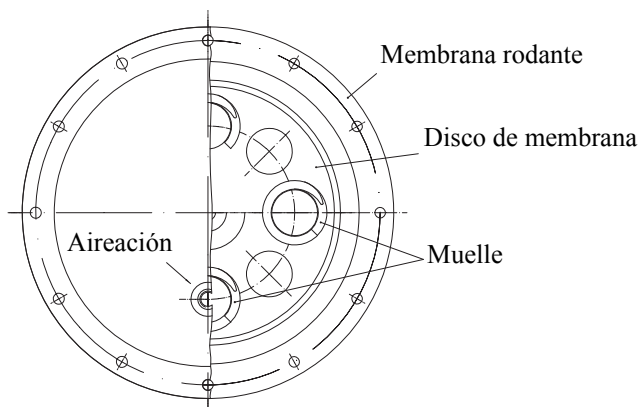

Fig. 23
- Colocar los muelles (pos. 15) en los centrajes del disco de la membrana (pos. 11).
- ¡Asegurarse de que los muelles estén bien sujetos! (¡tenga en cuenta la Fig. 23!)
- Colocar el capote de la membrana (pos. 18) sobre los soportes (pos. 15) y atornillarlos. (¡véase el 9.1 en lo referente al par de apriete!)
- Colocar el disco de la membrana (pos. 11) con la membrana rodante (pos. 10) en el capote de la membrana (pos. 18).
- Colocar los muelles (pos. 15) en los platillos del disco de la membrana (pos. 11).
- Introducir la base de la membrana (pos. 7) con el casquillo guía (pos. 3) a través del vástago y atornillarlos.